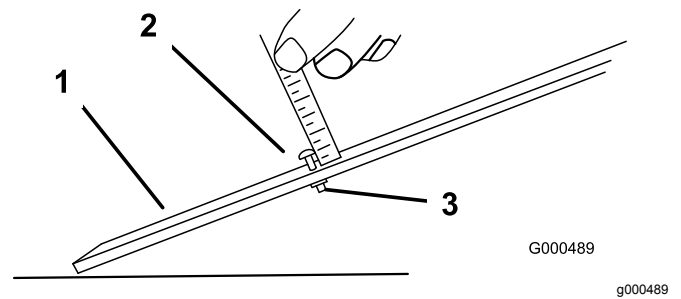

Figura 14
1. Desaperte a porca da barra indicadora e regule o parafuso de ajuste para a altura de corte desejada (Figura 14).